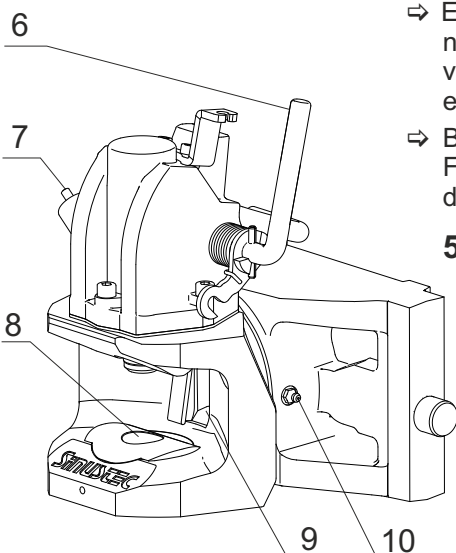

Bild 6
- ⇒ Handhebel (6) bis zum Anschlag aufziehen [Bild 6].
Hinweis: Die Kupplung darf lediglich während des Ein- und Auskuppelvorgangs geöffnet sein und muss ansonsten geschlossen bleiben, da sich sonst Schmutz in der unteren Aufnahmebuchse (8) des Kupplungsbolzens und in der Lösehebelvertiefung (9) im Fangmaul festsetzen kann. Dies kann zu einer erheblichen Beeinträchtigung des Einkuppelvorgangs führen. [Bild 6]
- ⇒ Entsprechend den Einsatzbedingungen die Lagerung über den Schmier nipple (10) mit Mehrzweckfett schmieren (max. 1x pro Woche) . Pro Schmiervorgang nicht mehr als zwei Hübe einer handelsüblichen Hebel Fettpresse einbringen. [Bild 6]
- ⇒ Bei hoher Verschmutzung die Kupplung regelmäßig reinigen. Aus Funktionsgründen ist in jedem Fall dafür zu sorgen, dass die Buchse (8) und die Lösehebelvertiefung (9) schmutzfrei sind. [Bild 6]